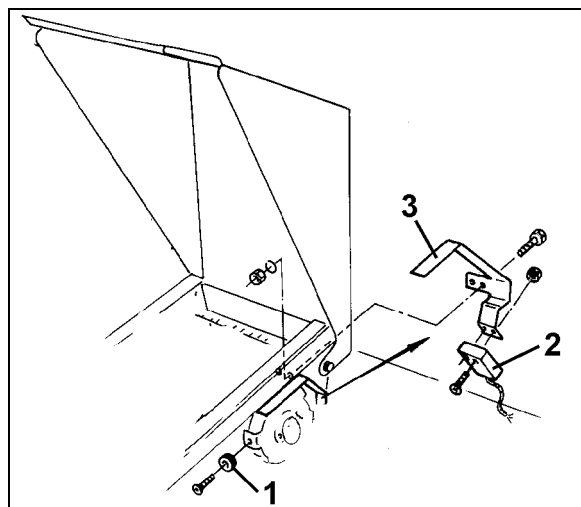

Fig. 11
Fissare sensore e magneti su ED (Fig. 11) all'ingresso del riduttore con pignone:
1. Avvitare il magnete (Fig. 11/1) con la vite maschiante M4 x 10 al disco ad impulsi dell'albero in entrata del riduttore.
2. Per il fissaggio del sensore allentare il supporto ad impulsi (Fig. 11/3) e successivamente riavvitarlo.
3. Avvitare il sensore (Fig. 11/2) al supporto ad impulsi (Fig. 11/3).